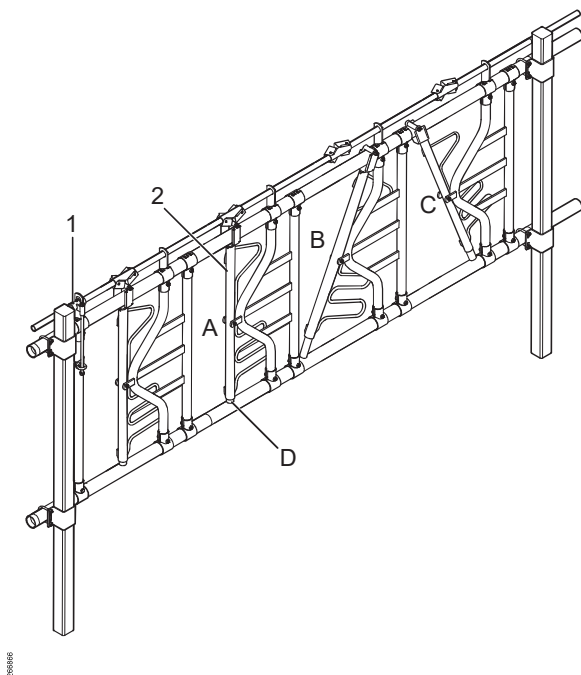

Fig. 2: Fôrfront HLS10.
Hver åpning i grinden har en fast stang på den ene siden og et svingbart rør på den andre siden. Dette betyr at fôrfronten kan ha tre posisjoner (A, B, C) (se Fig. 2).
Påsveiste beskyttelsesstenger hindrer at kyrne kommer til fôrfronten fra feil side av det dreibare røret. Transponderbeskyttelsen (D) hindrer at dyrene setter seg fast når de har på seg halsbånd eller transponder (se Fig. 2).
Hvis styringsenheten er i åpneposisjon, vil det dreibare røret bevege seg fritt mellom de tre posisjonene (A, B, C) slik Fig. 2 viser.